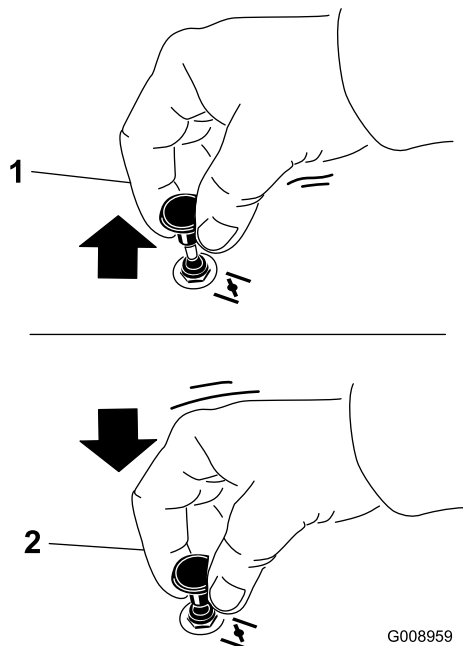

Figura 22
1. Tire hacia arriba del mando para engranar el estérter antes de usar el interruptor de encendido (Figura 22).
2. Presione hacia abajo sobre el mando del estérter para desactivar el estérter cuando el motor haya arrancado (Figura 22).